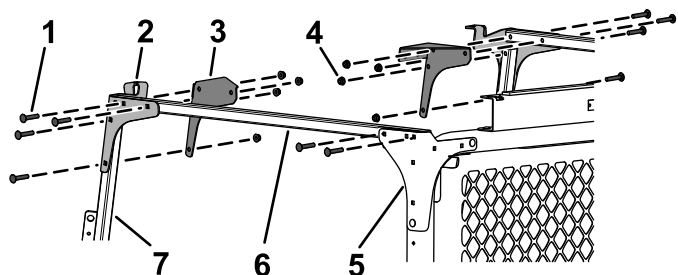

Рисунок 35
8. Установите, не затягивая, поперечные трубы на задние монтажные кронштейны и задние угловые крепления с помощью 4 каретных болтов (5/16 x 1¾ дюйма) и 4 фланцевых гаек (5/16 дюйма), как показано на Рисунок 35.
9. Установите, не затягивая, передние монтажные кронштейны и передние угловые крепления на поперечные трубы и опоры ветрового стекла с помощью 8 каретных болтов (5/16 x 1¾ дюйма) и 8 фланцевых гаек (5/16 дюйма), как показано на Рисунок 35.